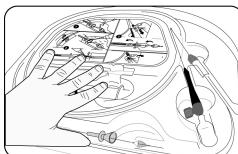

Figure 9
- Veiller à ce que le plateau se trouve sur une surface plane. Tenir solidement le plateau d'une main en s'assurant que le puits et l'élément de filtration sont bien visibles (figure 9).